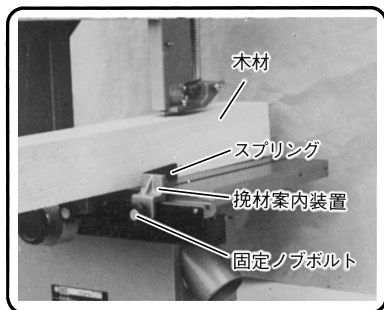

図 35
(1) 挽材案内装置はガイド溝へ挿入して、挽材案内装置固定ノブボルトで固定します。(図35)
(2) 木材を押付ける挽材案内装置中のスプリングは5~10mm程度たわむ量が適正です。
(3) ガイドを右側にして作業する場合はスプリング固定ボルトをゆるめ、スプリングの取付け位置を替えてください。